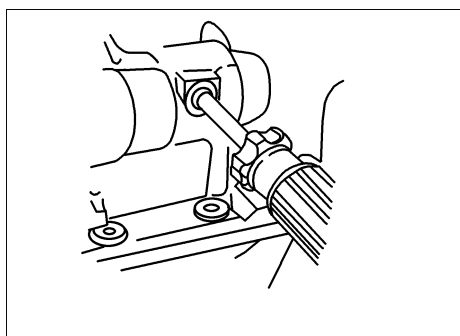

图 2-35 固定并阻止平衡轴转动
(6) 机油泵带轮安装
① 如图 2-35 所示，将十字槽螺钉旋具塞入气缸体左侧塞孔，阻止平衡轴转动。